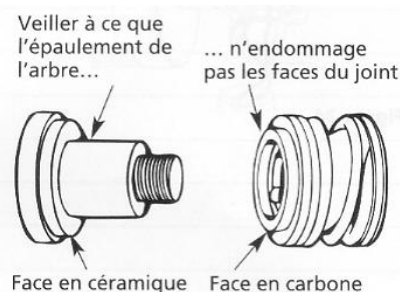

Figure 7-Ne pas endommager le joint sur l'épaule de l'arbre
- Avec la pression de pouce, le cachet en céramique de presse à moitié fermement et directement dans scelle la cavité (Voit la Figure 7). Si le cachet ne placera pas correctement, enlever, plaçant le visage de cachet en haut sur le banc. Reclean cavité. Sceller maintenant devrait placer correctement. le cachet ne place pas correctement après recleaning la cavité, placer une rondelle de carton sur le visage de cachet poli et soigneusement la presse utilisant à sa place un morceau de norme 3/4" (19 mm) le tuyau comme une presse.
IMPORTANT: Etre sûr que ne vous faites pas l'encoche ou le visage de cachet d'égratignure en lui ne pas mentionnant la fin d'axe fileté et l'épaule d'arbre (voit la Figure 7). La surface de carbone doit rester vie de cachet propre ou courte que la résultera.